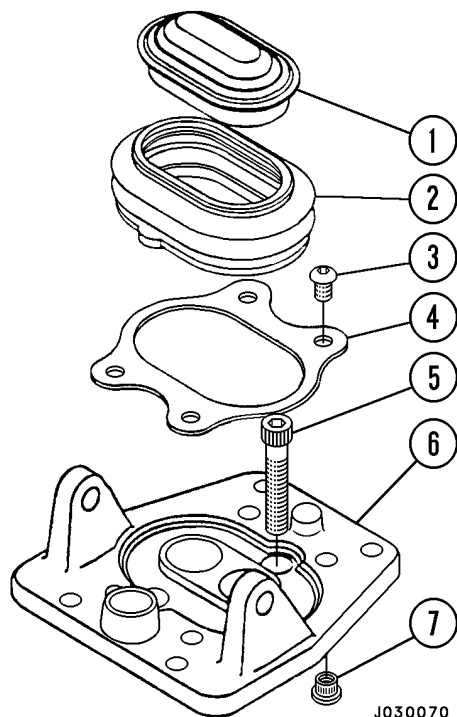

FIGURA 3-4. TAPA DEL ACCIONADOR Y PROTECCIÓN
6. Saque los cuatro tornillos Allen de cabeza redondeada (3, Figura 3-4) que aseguran la placa de retención (4) de la protección.
7. Agarre la protección y retírela suavemente del cuerpo de la válvula para sacar la placa de retención (4) de la protección, la protección (2) y la tapa del accionador (1) como un solo conjunto.
9. Retire y deseche el O-ring (22) y los sellos planos (23).
10. Afloje las tuercas de seguridad en el pistón del accionador (2). Afloje el tornillo de cabeza hexagonal de las bridas de ajuste (1).
12. Retire los dos tornillos de cabeza hexagonal (5, Figura 3-4) que sujetan la base del accionador (6) al cuerpo de la válvula.
3. Coloque el carrete del regulador (8) dentro de su camisa (14). Empuje levemente el carrete a través de la camisa. El carrete debe ser capaz de moverse libre y con fluidez a lo largo de toda la camisa. Si no es así, se debe reemplazar. Nunca reemplace solo el carrete o la camisa. Ambas se deben reemplazar como un solo conjunto.
5. Inspeccione las inserciones roscadas (7, Figura 3-4) en la base del accionador (6). Se debe reemplazar la pieza de inserción si uno de los hilos está dañado.
1. Si se retiró algún inserto roscado (7, Figura 3-4) de la base del accionador (6), coloque dicha base boca abajo sobre el banco de trabajo y manténgala justo bajo cada uno de los cuatro orificios de montaje.
1. Inspeccione la protección (2, Figura 3-4) en busca de grietas, roturas u otros daños. Si el daño es evidente, se debe reemplazar la protección.
2. Si está dañada, desmóntela de la tapa del accionador (1) y deséchela. Limpie completamente los lados de la tapa con un cuchillo o una espátula adecuada y raspe el reborde donde la tapa toca la protección.